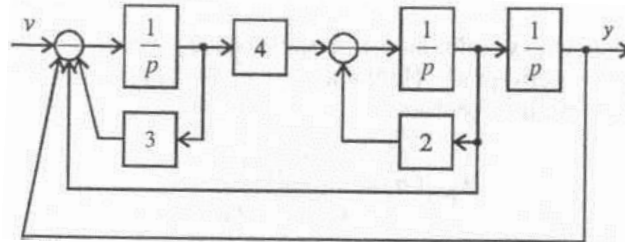

Рис.8.13. Структурная схема системы к задаче 10
10. С помощью критерия Михайлова проверить устойчивость системы (рис.8.13).